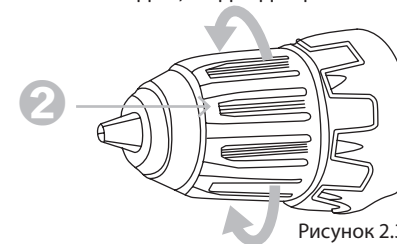

Рисунок 2.3. Установка оснастки
① Поверните втулку патрона «2» (рисунок 2.3.) против часовой стрелки для открытия зажимных кулачков настолько, чтобы можно было вставить оснастку.
② Вставьте оснастку в патрон «2» как можно глубже.
③ Поверните втулку по часовой стрелке для затяжки патрона.
④ Для снятия биты, поверните втулку «2» против часовой стрелки.